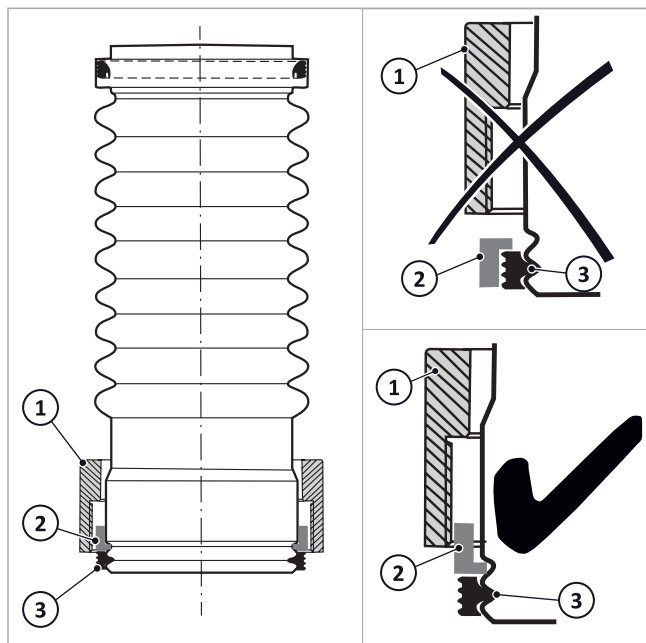

Abb. 17: Versraubung aufgesteckt
1. Gemäß → Abb. 17 die Überwurfmutter (1), den Sprengring (2) und die Dichtung (3) auf das untere Rohrende des Abgasanschlusstückes schieben.